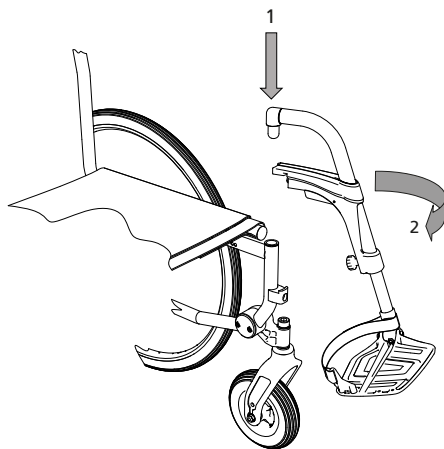

bild 9
1. För ned benstödet uppifrån i rullstolens styrrör (pil 1 i bild 9). Benstödet måste vara vinklat åt sidan.
2. Fäll benstödet framåt (pil 2 i bild 9). När du gör det, ska du kunna höra och även känna taktilt när stödet spärrar i läge.